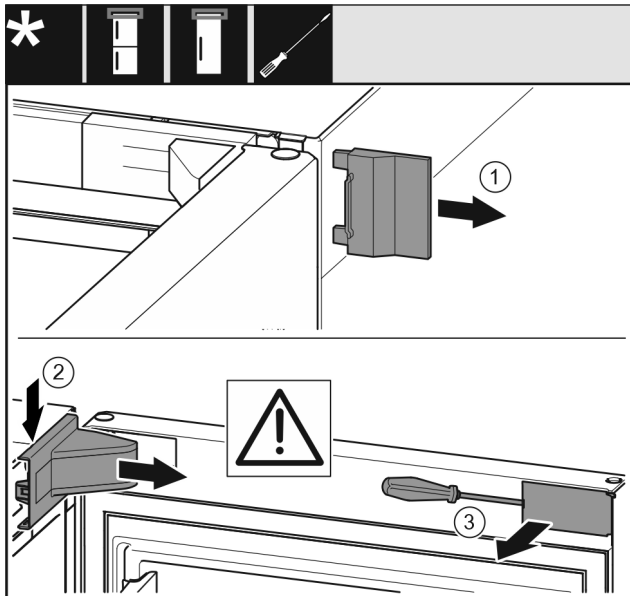

Fig. 5
- Vegye le a külső fedelet. Fig. 5 (1)
- Pattintsa ki és oldja ki a csapágybak fedelét. Vegye le a csapágybak fedelét. Fig. 5 (2)
- Pattintsa ki a takarólemezt lapos csavarhúzóval, és fordítsa oldalra. Fig. 5 (3)